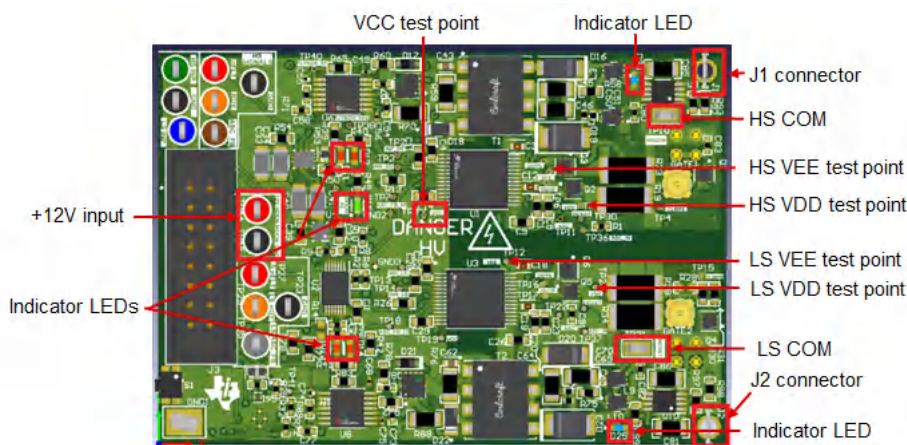

图 4-1. 上电检查的测试点位置
2. 将 J1 连接到 HS COM，将 J2 连接到 LS COM。有关测试点的位置，请参阅图 4-1。